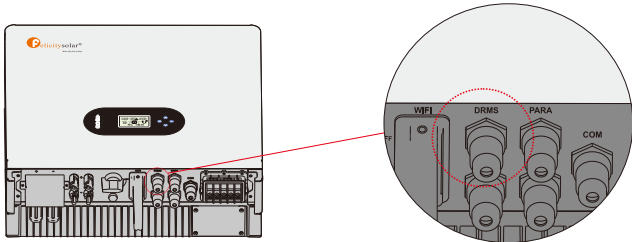

Figura 4.5-1 Interfaz DRMS
Paso 1. Desenrosque esta placa del inversor. Véase la figura 4.5-1.